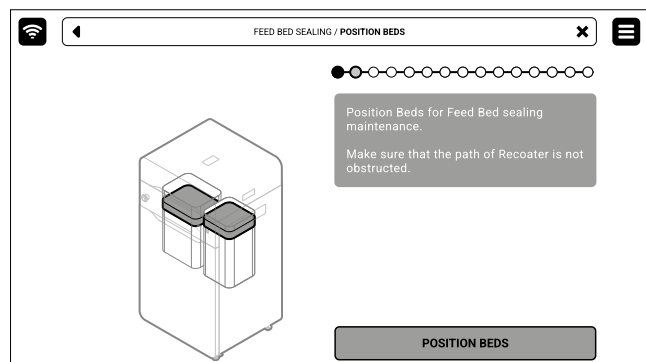

Abb. 12.31. Bildschirm **POSITIONING BED**.
7. Drücke **POSITION BEDS**, um den Positionierungsvorgang zu starten (Abb. 12.31).